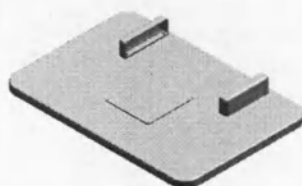
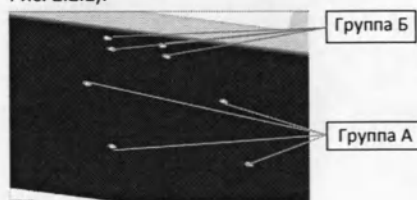

Рис. 2.1.4
Рис. 2.2.1
| 4  | D          | Рабочий стол                     | 1          | Рис. 2.1.4 |
3. Перед подсоединением рабочего стола (Рис. 2.1.4) открутите ключом четыре болта М6х20мм (Группа А на Рис. 2.2.1).
7. С помощью отвертки открутите четыре винта Группы Б (Рис. 2.2.1), выньте из коробки подбородник (Рис. 2.1.1), совместите отверстия Группы Б на подбороднике с отверстиями на рабочем столе, вставьте и затяните винты (Рис. 2.2.4).